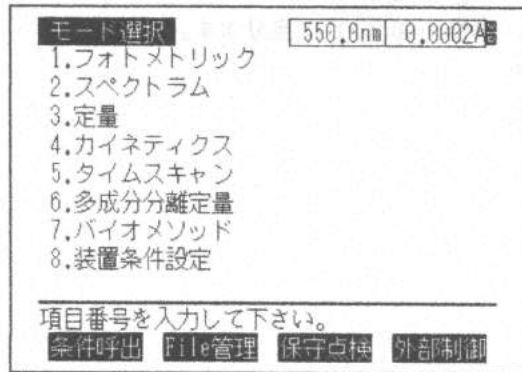

図 3.3
- 1 [モード選択] 画面 (図 3.3) で **F3** [保守点検] キーを押します。
6 **RETURN** キーを押すと、[モード選択] 画面 (図 3.3) に戻ります。